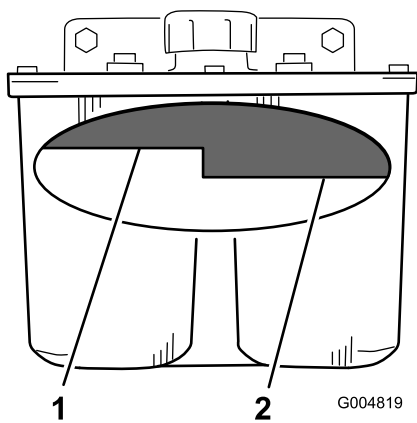

Figure 71
2. Nettoyez la surface autour du goulot de remplissage du réservoir hydraulique (Figure 71).
3. Enlevez le bouchon du goulot de remplissage et vérifiez si le réservoir contient du liquide (Figure 71).
Remarque: Lorsque l'huile est chaude, le niveau de liquide doit atteindre le haut du repère "à chaud" sur le déflecteur (Figure 71).